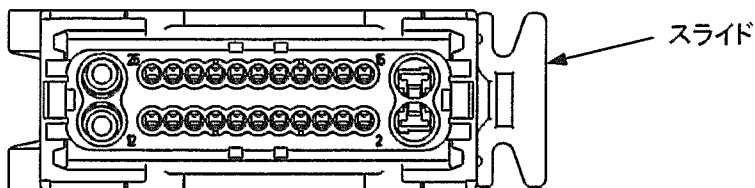

図. 9
- ③ 端子には方向性が有るため、図.9のようにスライド部が右になるようにして、上下、左右の表現を用いることとします。